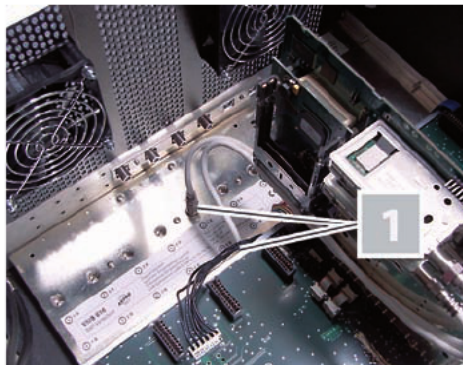

*Bild 4a: Einbauzustand der Steckkarte (V 16 Basiseinheit)*
Bild 4a zeigt die Steckkarte im Einbauzustand (V 16 Basiseinheit).
1. Stecken Sie den IEC Stecker [1] und die Stiftleiste [2] (siehe links) in einen der Steckplätze im Basisgerät, so wie es in Bild 4a zu sehen ist. Die Aufnahme für eine Steckkarte im Basisgerät besteht jeweils aus dem passenden Gegenstück der Anschlüsse an der Karte (also IEC Buchse und Federleiste).